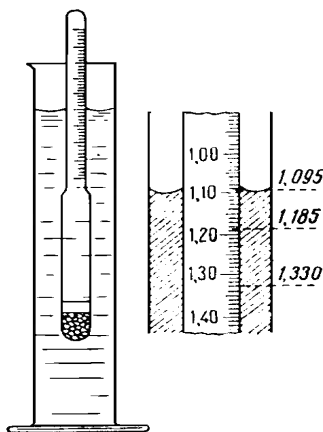

Рис. 6.1. Ареометр и отсчет по его шкале
*1. Приготовление раствора хлорида натрия с заданной массовой долей соли разбавлением концентрированного раствора.* В мерный цилиндр налить раствор хлорида натрия и ареометром (см. рис. 6.1) определить его плотность. По справочной таблице найти концентрацию исходного раствора (в % по массе). Рассчитать, сколько миллилитров исходного раствора и воды следует взять для приготовления 250 мл 5% раствора. Воду отмерить цилиндром и вылить в мерную колбу объемом 250 мл. Исходный раствор поваренной соли отмерить цилиндром на 100 мл и влить в колбу с водой. Раствор в колбе